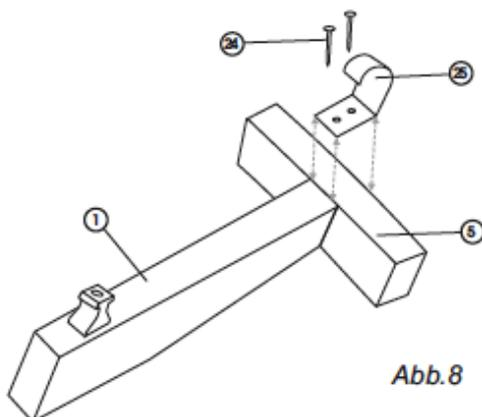

Abb. 8
f) Die Klammern ⑮ werden am Rähmholz ⑤ mit Nägeln ⑲. Nachdem die Nägel eingeschlagen sind, sind die Klammern so zu biegen, dass ein rechter Winkel (90°) entsteht. (Abb. 8)